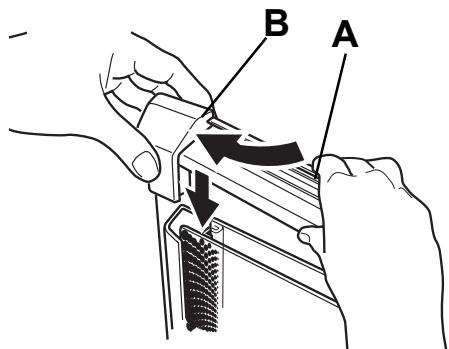

Рис. 29
**Рисунок 29.** установите левый конец алюминиевой планки “A” в соответствующий паз держателя “B”. Теперь установите держатель “B” на его первоначальное место и убедитесь в том, что вся конструкция хорошо и надежно закреплена.